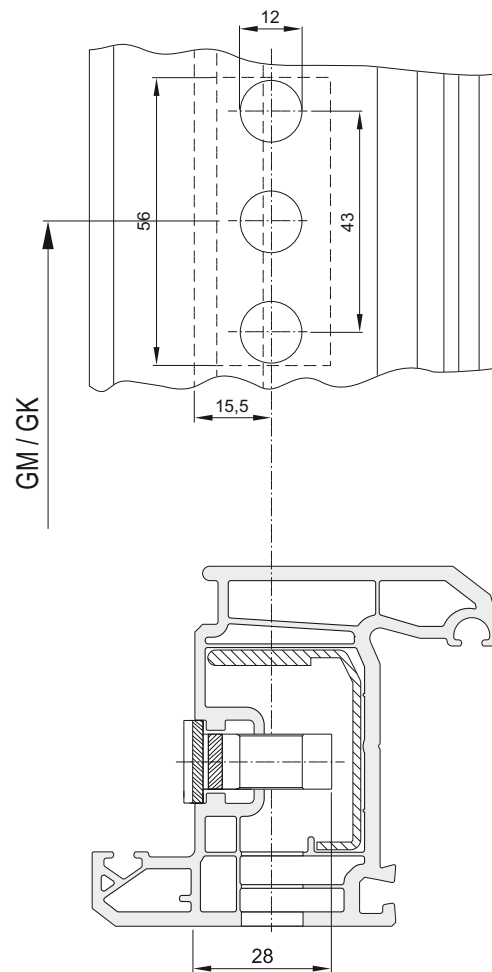

Рис. 3: Чертеж паза для замка запора с дорнмасом = 15,5 мм
2. Отверстие для ручки (Рис. 3, \varnothing 12 мм) сверлить после разметки на профиле. Паз для замка фрезеровать со стороны фурнитурного паза (Рис. 3).